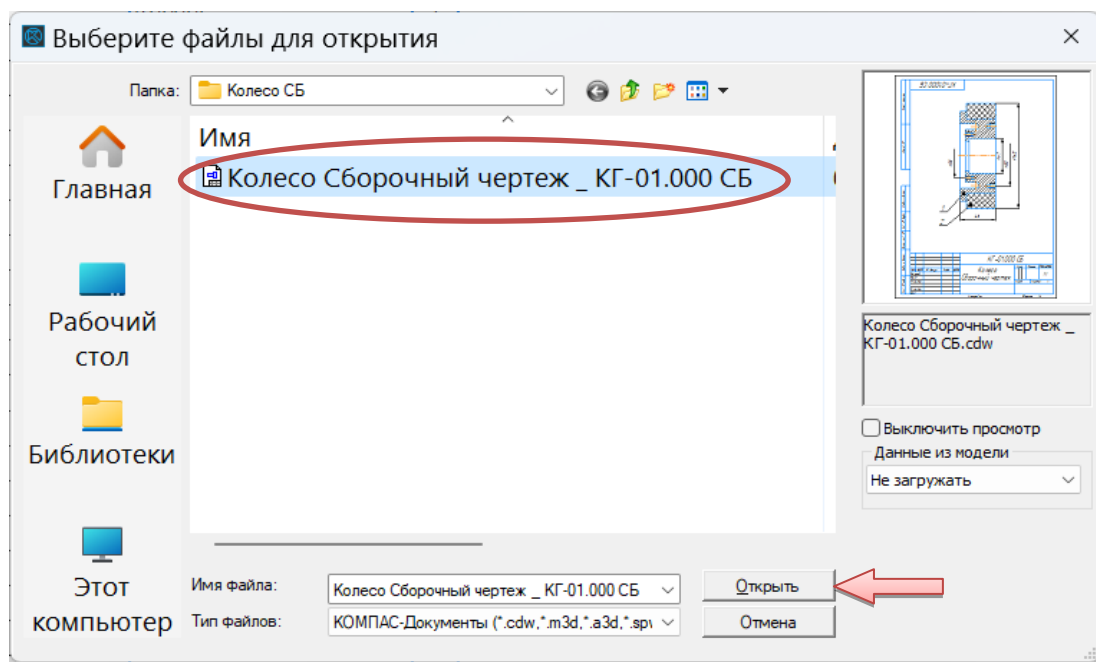

Рис. 3.5. Выбор файла для подключения документа к спецификации
- В диалоге открытия файлов укажите файл сборочного чертежа «Колесо Сборочный чертеж \_ КГ.01.000 СБ» и нажмите кнопку «Открыть» (рис. 3.5).